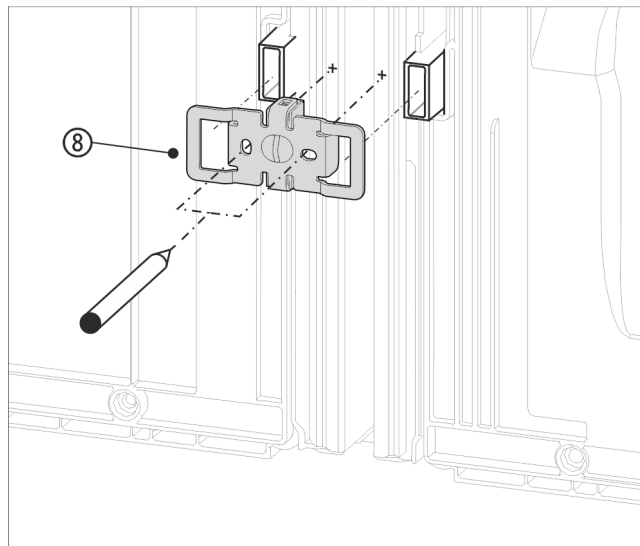

Fig. 17 Rappresentazione esemplificativa
- Spingere la squadretta Fig. 17 (8) con gli incavi sull'alloggiamento per i distanziatori a parete.